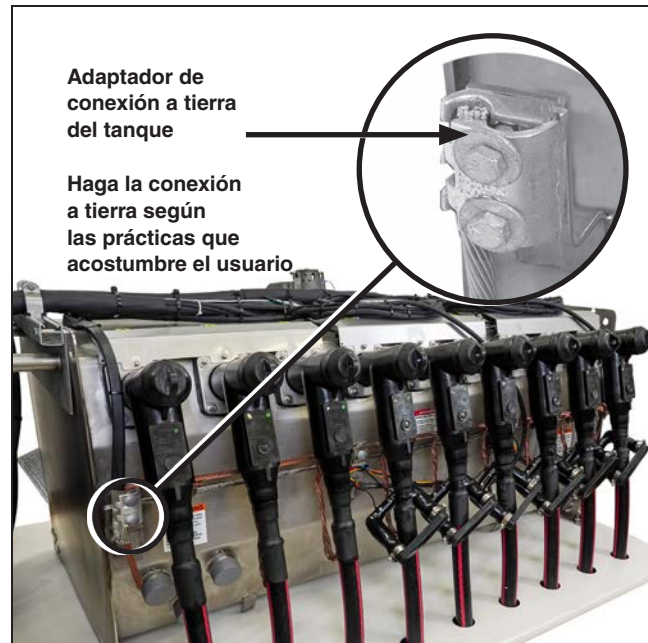

Figura 53. Adaptador de conexión a tierra del tanque.
- PASO 1.** Conecte los alambres de la malla de tierra al sistema de tierras según corresponda. Ver Figura 53.